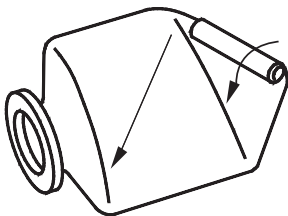

Figure 27 – Enroulement en diagonale vers l'ouverture
- Pour obtenir l'enroulement le plus serré possible, commencer à partir d'un des côtés du sommet et enrouler diagonalement la vessie DE MANIÈRE SERRÉE jusqu'à l'autre extrémité (voir Figure 27). Pour expulser autant d'air que possible, rouler la vessie dans la direction de son ouverture.